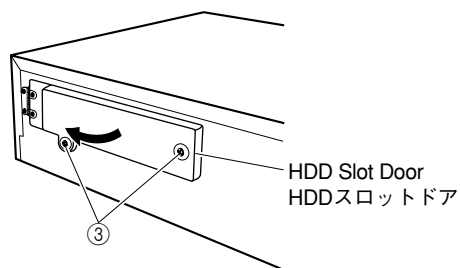

Fig. 2
- Loosen 2 screws (③) and open the HDD slot door. (Fig. 2)
- ③のネジ2本をゆるめ、HDDスロットドアを開きます。(Fig. 2)